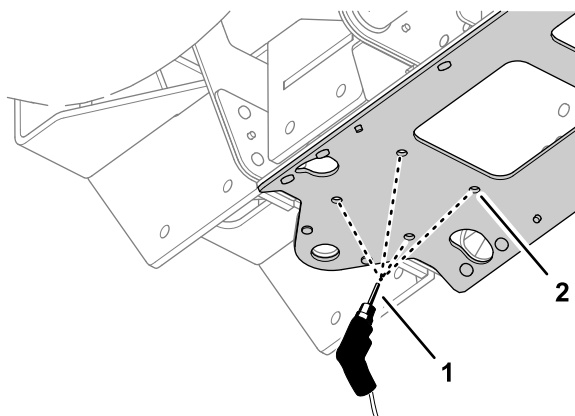

Рисунок 51
7. Просверлите 4 отверстия диаметром 10 мм в средней пластине швеллера в точках, накерненных при выполнении пункта 6, как показано на Рисунок 51.